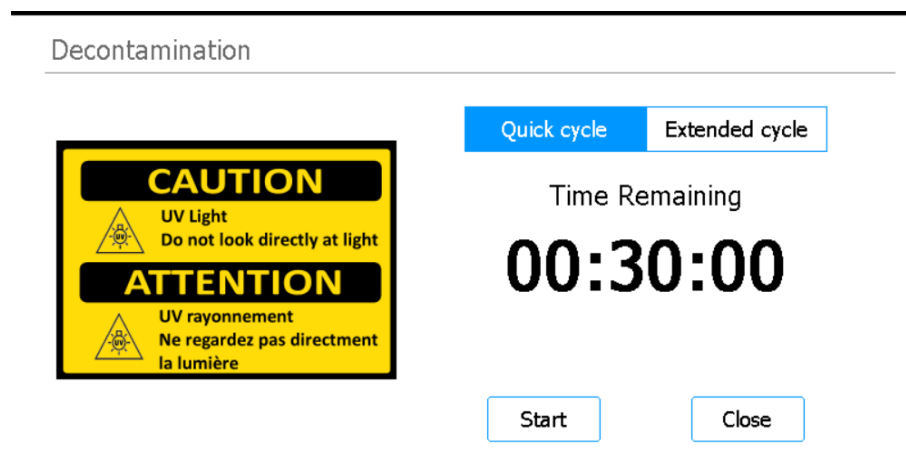

Figure 5 Fenêtre « Decontamination » avec « Quick cycle » sélectionné
- 3 En haut de la fenêtre, sélectionnez **Quick cycle**, comme indiqué dans la **Figure 5**.